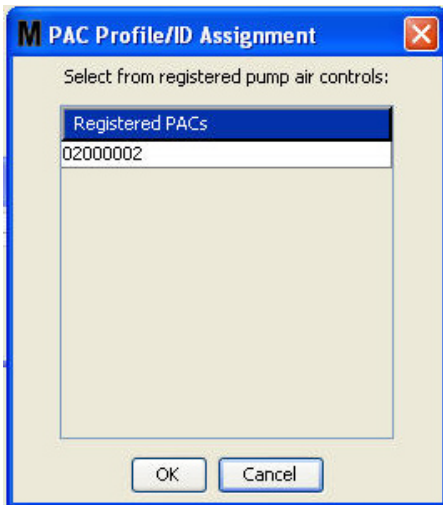

图 114
- 命名 PAC 之后，单击链接按钮。显示图 114 中所示的配置文件 / ID 指派屏幕。从已注册的泵气流控制器上，从列表上选择 PAC。单击“确定”关闭屏幕和保存更改。完整的 PAC 注册步骤说明见泵气流控制器说明手册。在该手册第 162 页的附录 A “如何注册一个泵气流控制器”一节中也提供有说明。